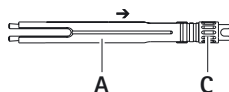

Fig. 2
- Reculer la douille extérieure **A** le plus loin possible en direction de la vis de blocage **C**, voir Fig. 2.